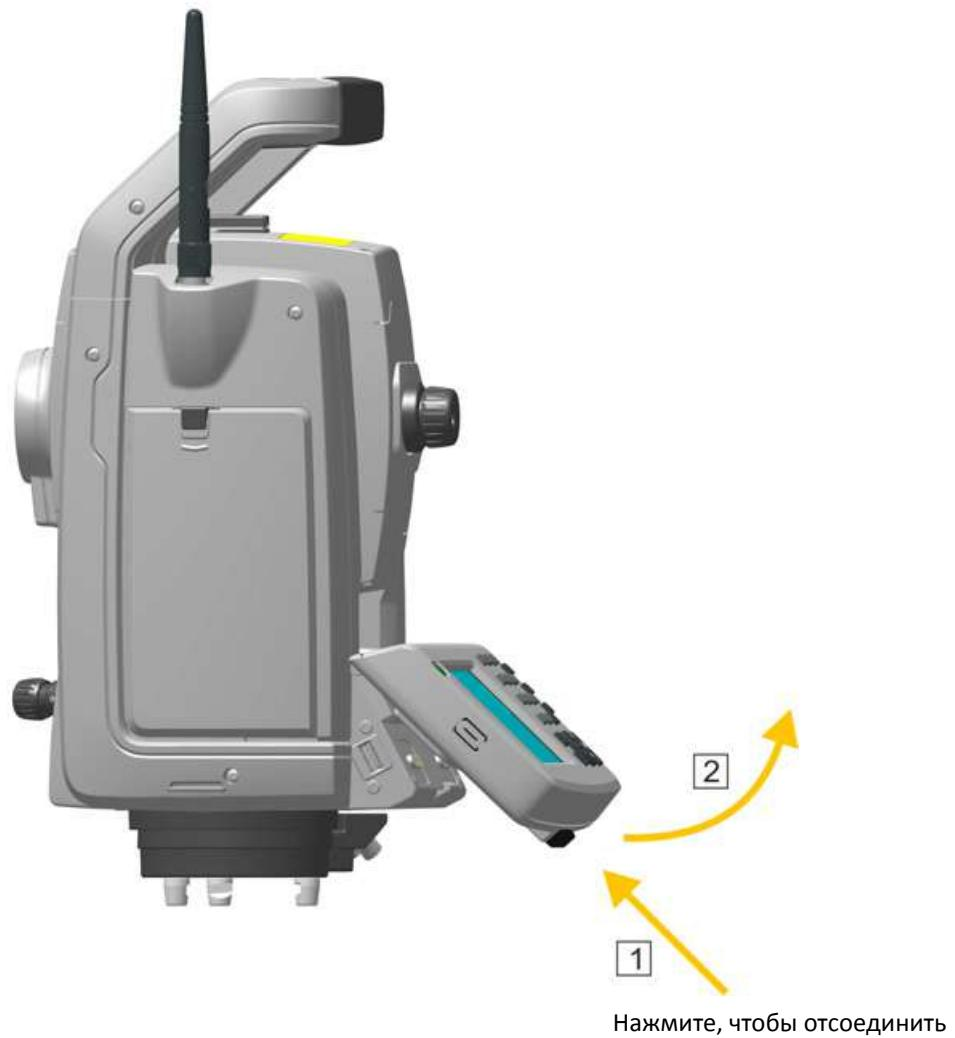

Рисунок 4.14. Снятие TCU с инструмента
1. Нажмите кнопку фиксатора в нижней части TCU, рис. 4.14 (1).
2. Поднимите нижнюю часть TCU с инструмента, рис. 4.14 (2).